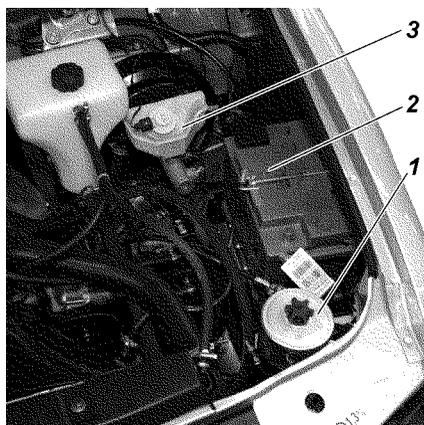

Рис. 9.29. Подкапотное пространство (фрагмент):
**Проверка уровня и смена масла гидроусилителя.** При проверке уровня масла в масляном баке 1 (рис. 9.29) передние колеса должны быть установлены прямо. Масло доливайте до уровня сетки заливного фильтра масляного бака или выше ее не более чем на 5 мм. Масло должно быть предварительно
Уровень тормозной жидкости в бачке 3 (см. рис. 9.29) проверяется визуальным по меткам, нанесенным на корпусе бачка, выполненного из полупрозрачной пластмассы. При снятой крышке и новых накладках тормозных механизмов уровень жидкости должен быть на метке "MAX". Если гидропривод тормозов исправен, понижение уровня жидкости в бачке связано с износом накладок колодок тормозных механизмов. Понижение уровня жидкости до метки "MIN" косвенно свидетельствует об их предельном износе. В этом случае необходимо вести непосредственный контроль за состоянием накладок, а доливать жидкость в бачок нет необходимости, т.к. при установке новых колодок уровень жидкости в бачке поднимается до нормального.